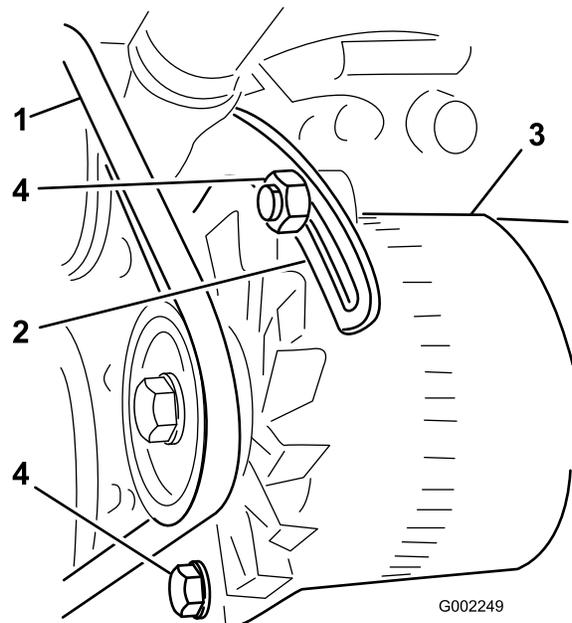

Figura 91
3. Afloje el perno del punto de pivote del alternador; afloje el perno que fija el alternador al tirante ranurado (Figura 91).